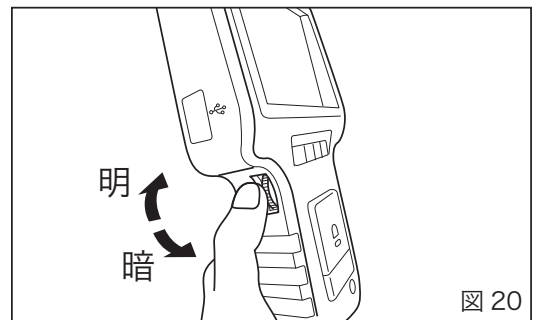

図 20
- ・LEDライト光量調整ダイヤルを回すことにより、光量の調整が出来ます。光量が強すぎると画像が明確に表示されない場合がありますので、その際はライトの光量を減少させ調整してください。(図 20)